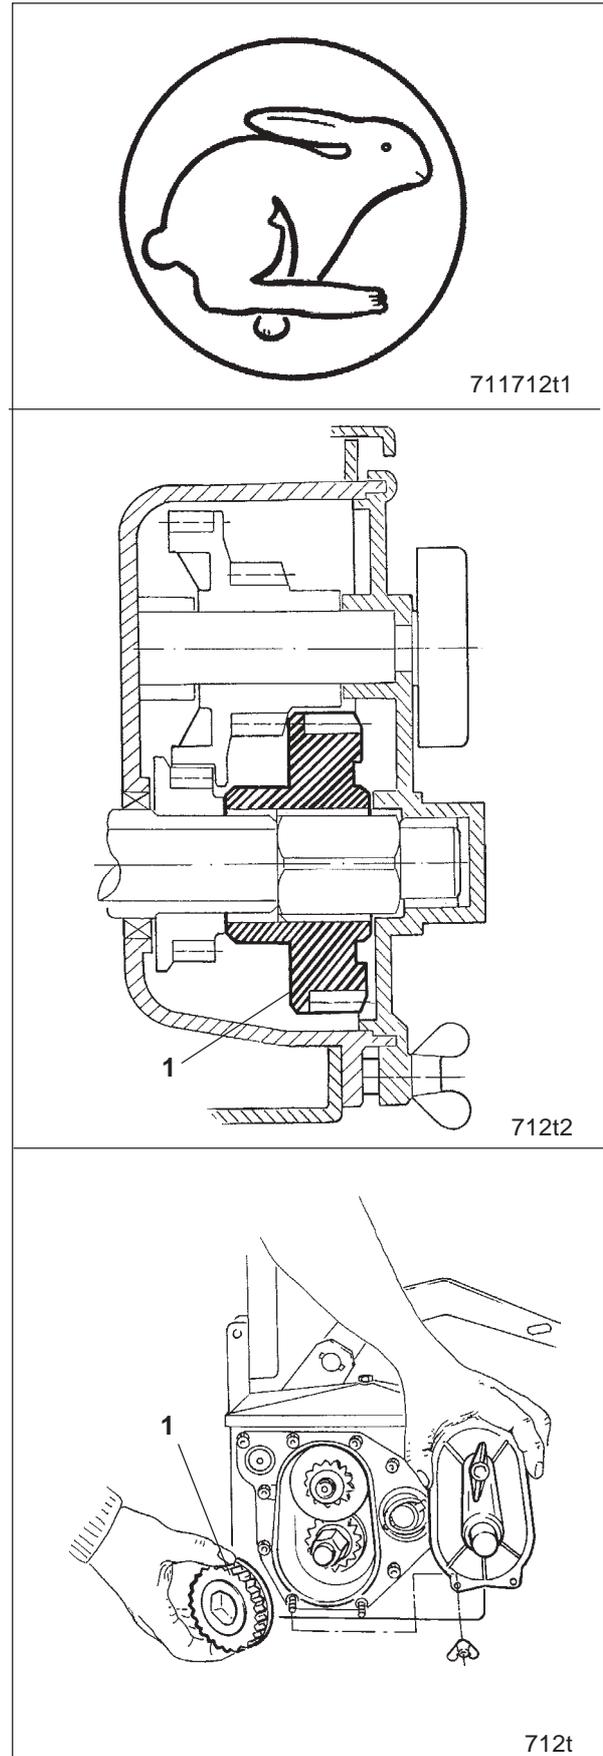

Fig. 16.11
(siehe Fig. 16.11)
- im „**schnellen Gang**“ läuft das Zahnrad (Fig. 16.11/1) frei mit.